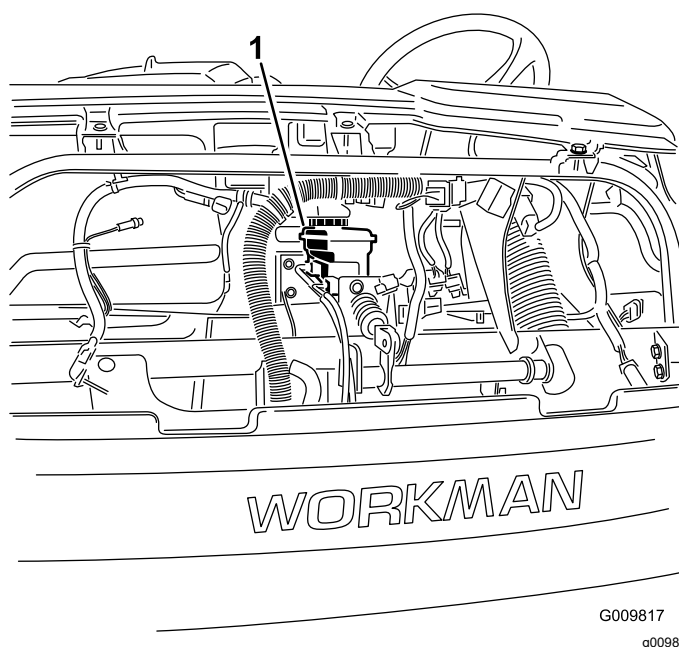

Figure 50
4. Soulevez le capot pour accéder au maître-cylindre de frein et au réservoir (Figure 50).